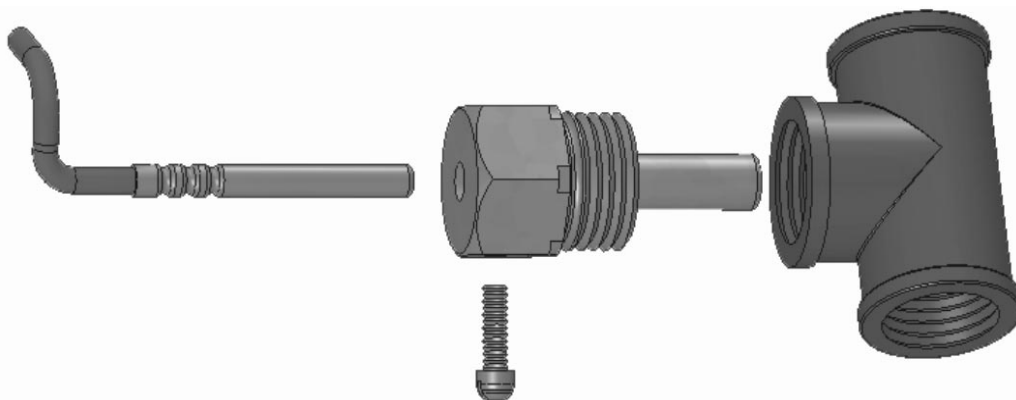

Рисунок 4.3 – Вариант установки термосопротивления в тройник
- термопреобразователь (1) устанавливается в гильзу (2), вкручиваемую в стандартный тройник (3) (рисунок 4.3);